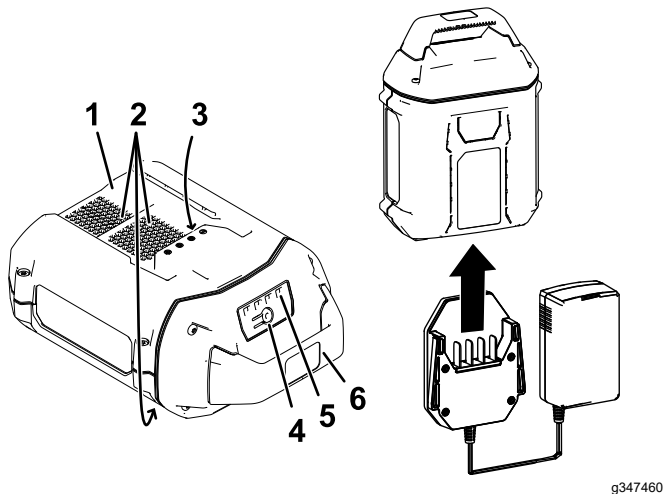

Figura 12
2. Alinee el hueco de la batería (Figura 12) con la lengüeta del cargador.
3. Introduzca el cargador en la batería hasta que esté completamente asentada (Figura 12).